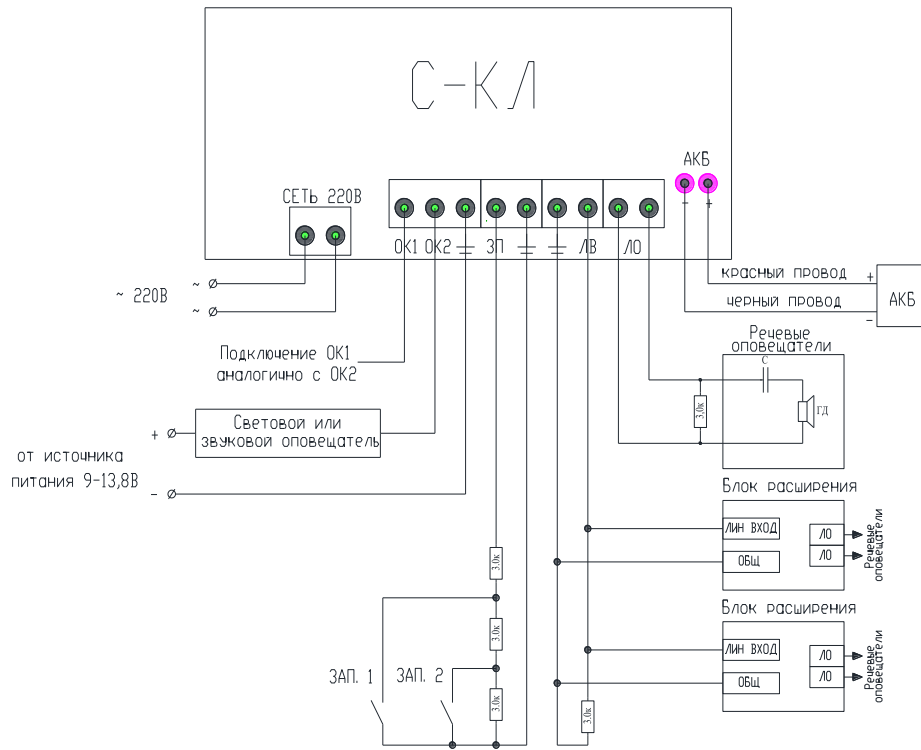

Рисунок 1. Схема внешних соединений прибора «С-КЛ»
- вход линии управления (клеммы «ЗП» и «-») служит для включения записи №1 или записи №2, подключается к реле ППКОП или к устройства дистанционного пуска (кнопка) (см.рис.1);